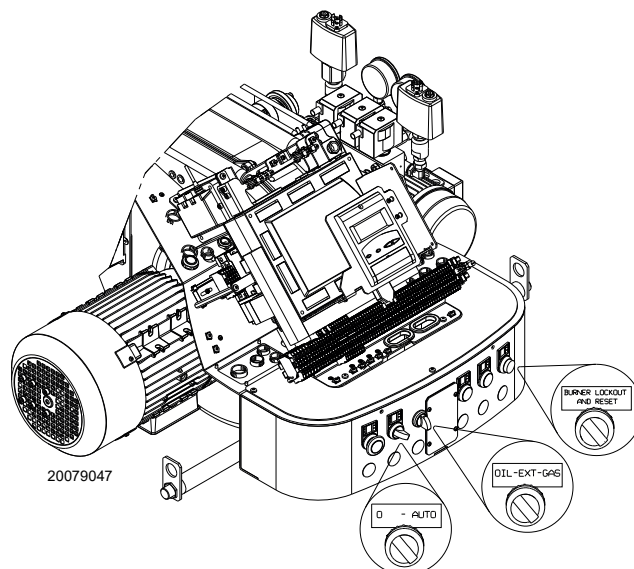

Рис. 29
Установите переключатель **OIL-EXT-GAS** (Рис. 29 на стр. 34) в положение **OIL** для выбора дизельного топлива. Замкните термостаты/реле давления и установите выключатель (Рис. 29 на стр. 34) в положение **AUTO**.
- Установите выключатель Рис. 29 в положение «0» и подождите, пока автомат горения не выполнит процедуру отключения.
Замкните дистанционные регуляторы и установите переключатель (Рис. 29 на стр. 34) в положение **ON**.
Установите переключатель(Рис. 29 на стр. 34) в положение **GAS** для выбора газового топлива.
- 1 при помощи переключателя (Рис. 29 на стр. 34);
- 2 при помощи дистанционного селекторного переключателя, подключенного к главному клеммнику. Установка переключателя (Рис. 29 на стр. 34) в положение **EXT** активирует функцию дистанционного выбора топлива. В этом положении, в отсутствие дистанционного селекторного переключателя, на дисплее отображается приоритетное топливо.